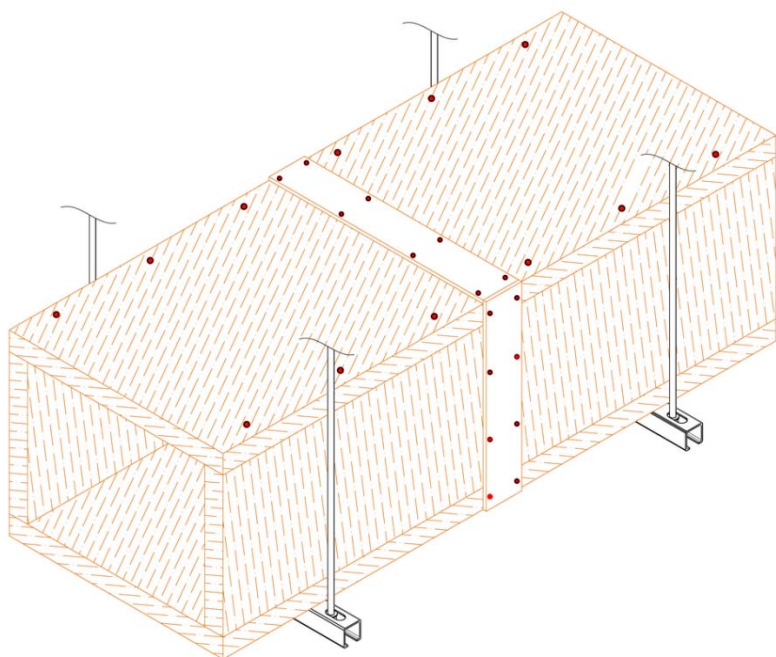

Рис. 6
7. Для однослойного короба поверх поперечных стыков плит смонтировать полосу - нащельник из огнестойкой плиты Fireplat шириной не менее 100 мм. Нащельник необходим для герметизации стыка плит. Для двухслойного короба монтаж нащельников не требуется (рис. 6).